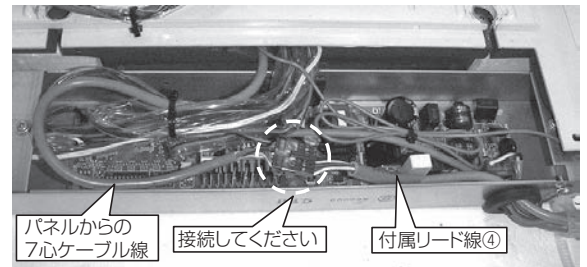

図8-2
- 1) パネルからの 7 心ケーブル線のコネクタ (7P クロ) と制御箱内フリー状態の付属リード線④のコネクタ (7P クロ) を接続してください。(図8-2)